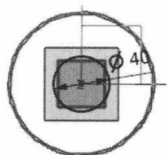

图 1.2.5 草图 1
Step6. 创建图 1.2.5 所示的草图 1。选择下拉菜单 **插入(S)** → **在任务环境中绘制草图(V)...** 命令，选取基准平面 1 为草图平面，进入草图环境绘制草图；绘制完成后单击 **完成草图** 按钮，完成草图 1 的创作。